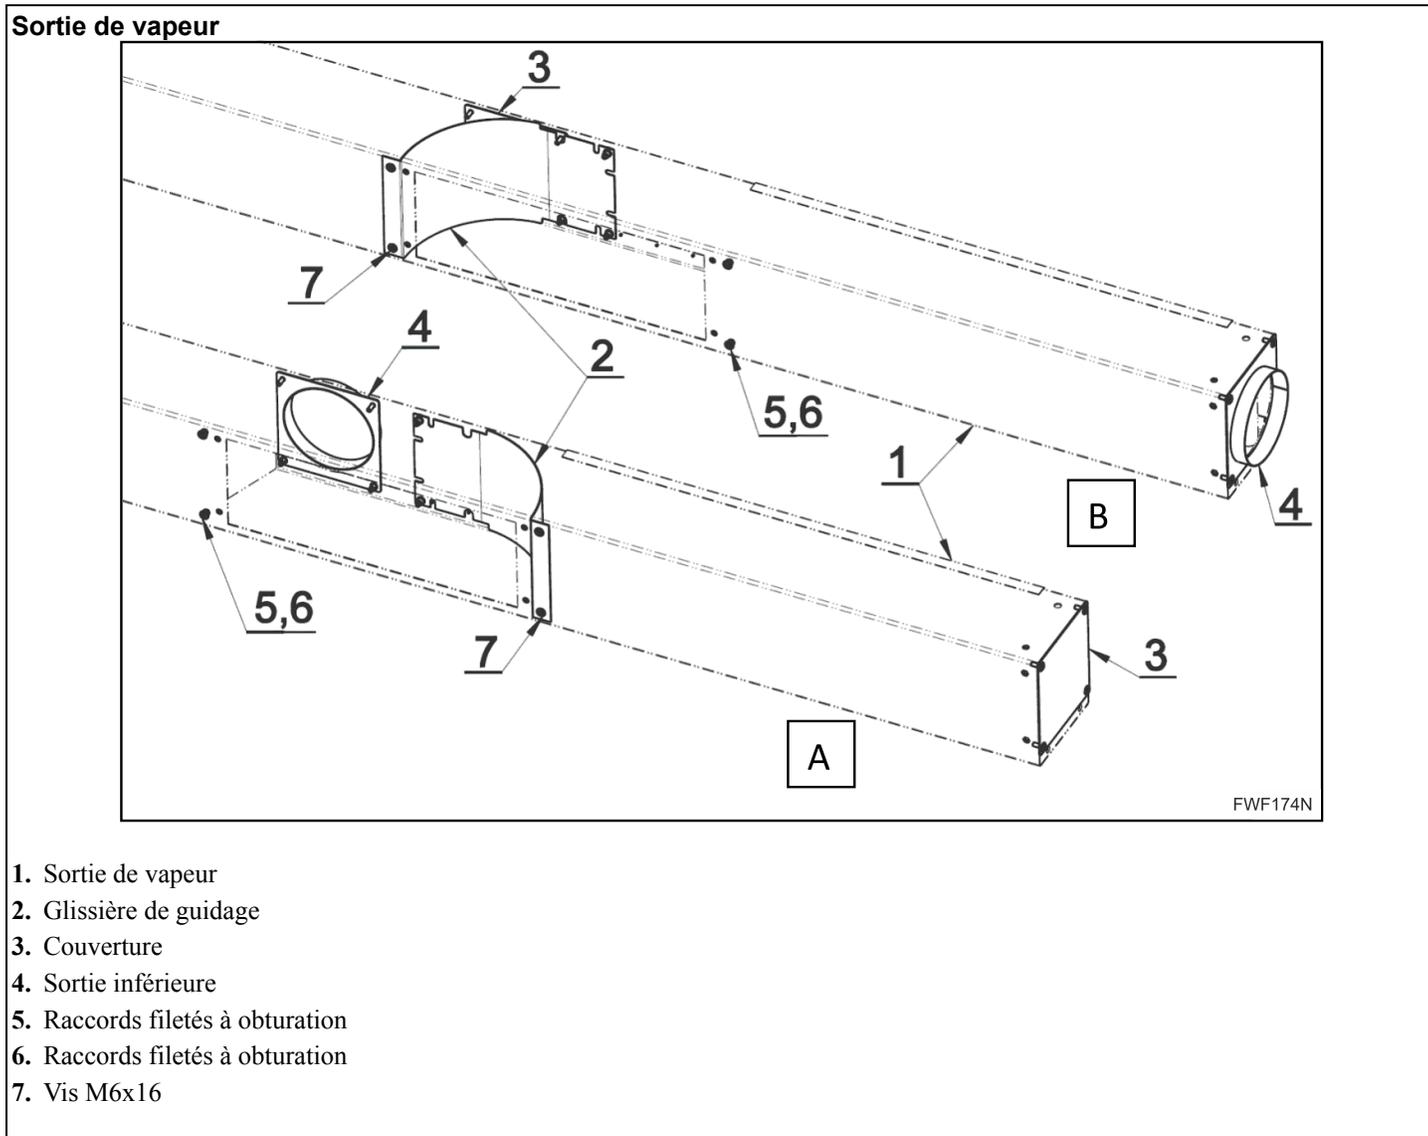

Figure 26
- Pour les machines, il existe deux versions du système d'évacuation de la vapeur. Voir *Figure 26* et chapitre *Raccordement au système d'échappement de la vapeur*.
- A – évacuation de la vapeur vers l'arrière : *Figure 26 – version A et Figure 1*.
- B – évacuation de la vapeur à droite : *Figure 26 – version B et Figure 12*.
- Changement de la position de la glissière de guidage (2)
- Interchangement de la position des raccords filetés à obturation (5) et (6) – 2 mcx
- Interchangement de la position des pièces (3) et (4)